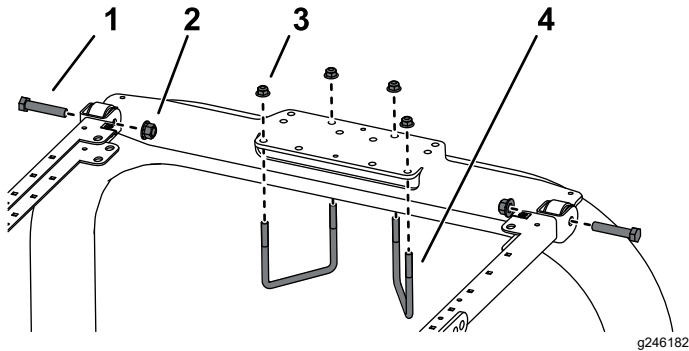

Figure 3
1. Placez le support du ROPS au sommet de l'arceau de sécurité du groupe de déplacement (Figure 3).
2. Montez le cadre sur le support du ROPS (Figure 3).
3. Utilisez les trous indiqués à la Figure 3 pour fixer le support du ROPS au sommet de l'arceau de sécurité à l'aide de 2 étriers filetés (4 1/2" x 4") et de 4 écrous à embase.